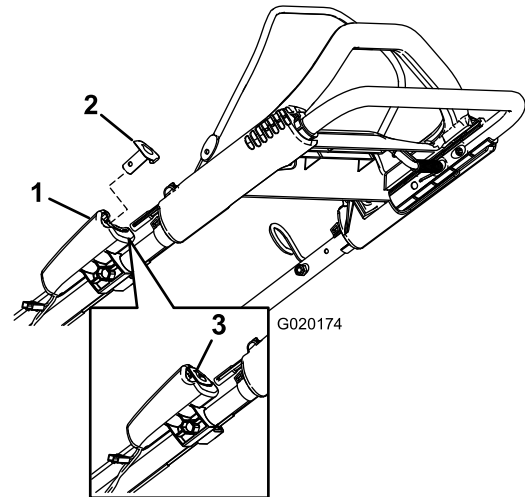

Figura 17
2. Presione el botón de arranque eléctrico hasta que el motor arranque (Figura 17).
**Nota:** Si se ha retirado el botón de arranque eléctrico, introdúzcalo en el arrancador eléctrico; consulte Figura 17.